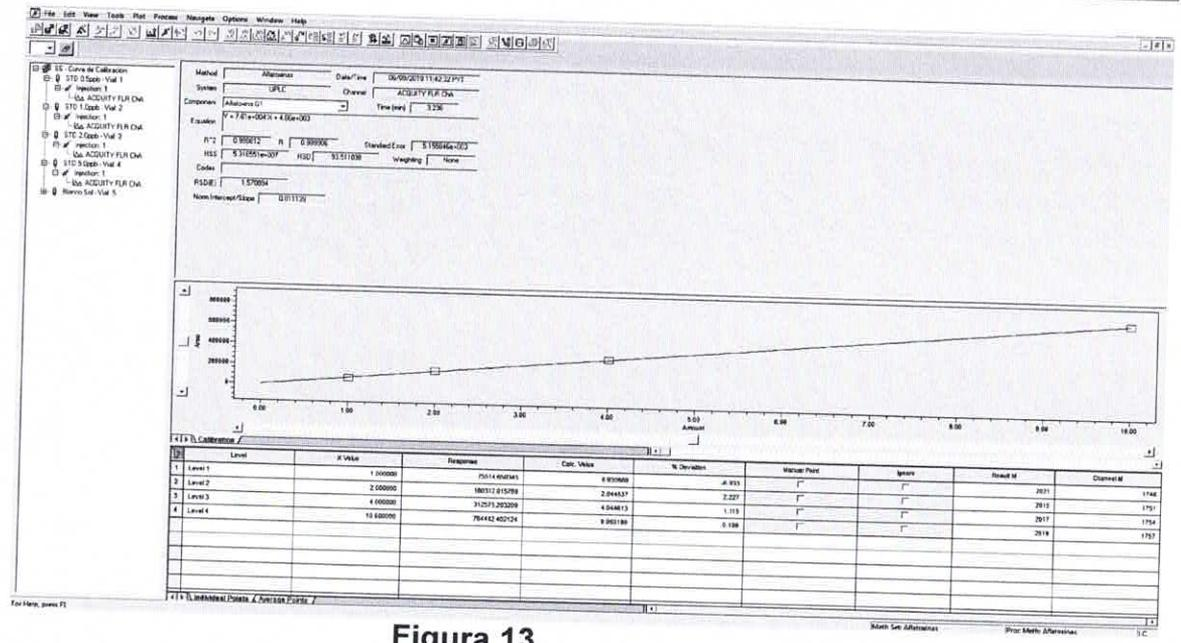

Figura 13
- 5.6.4 Para cargar la curva abrir cada punto de la curva, **Integrate**, **Calibrate** (realizar lo mismo en cada punto de curva), seguidamente click en **Calibration Curve**. Debe poder visualizarse los datos de la curva. **Figura 13**